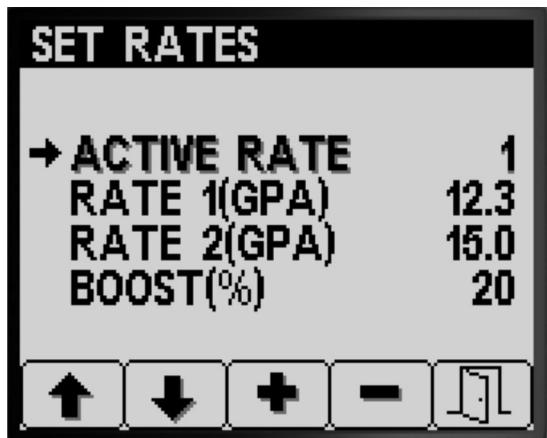

Bild 5
1. Drücken Sie Taste 1 oder 2, um auf die Option ACTIVE RATE zu navigieren (Bild 5).
2. Drücken Sie Taste 4, um den Eintrag ACTIVE RATE auszuwählen (Bild 5).
3. Drücken Sie die Tasten 3 oder 4, um die programmierte aktive Dosierung auf RATE 1 oder RATE 2 einzustellen (Bild 5).